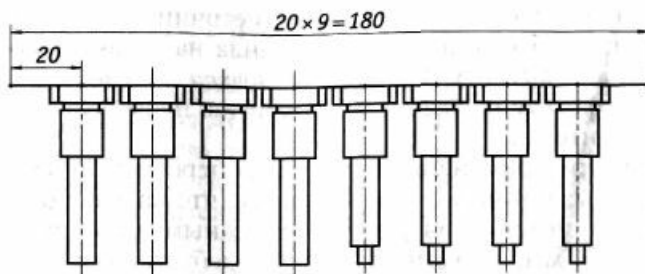

Рис. 3.2. Фрагмент пуансонодержателя с пуансонами
2. Откройте еще один новый *Чертеж* (или *Фрагмент*) и сохраните его под именем «Пуансонодержатель» (рис. 3.2).
3. Проведите горизонтальную линию длиной 180 мм (см. рис. 3.2). Эта линия — элемент будущего чертежа пуансонодержателя (целиком его проектировать мы не будем). Разбейте эту линию на девять равных частей (из развертывающегося меню *Точка* на инструментальной панели *Геометрия* выберите *Точки по кривой*, затем в поле *Количество участков* на панели свойств [в строке параметров объекта] установите значение, равное девяти и щелкните по проведенной линии).